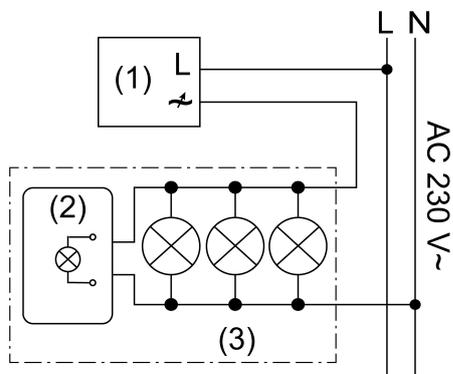
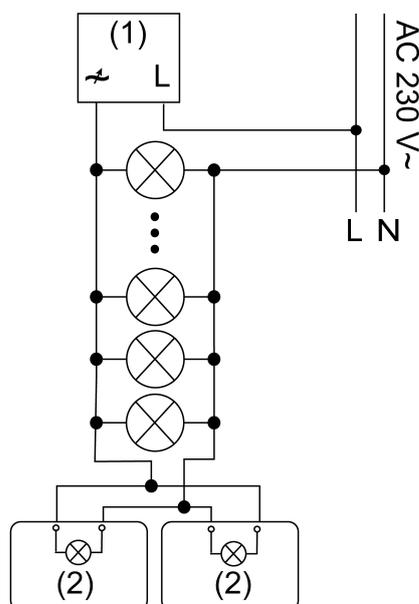

Imagen 1: Ejemplo de conexión en la caja de la luminaria
Imagen 2: Ejemplo de conexión con dos módulos
- (1) Regulador de luz en funcionamiento de corte de fase descendente
- (2) Módulo
- (3) Luminaria con lámpara LED de alto voltaje
- Conectar el módulo al conductor neutro y a la fase con regulación de luz, en paralelo a la lámpara LED de alto voltaje, (Imagen 1) ejemplo de conexión en la carcasa de la lámpara, (Imagen 2) ejemplo de conexión con dos módulos.